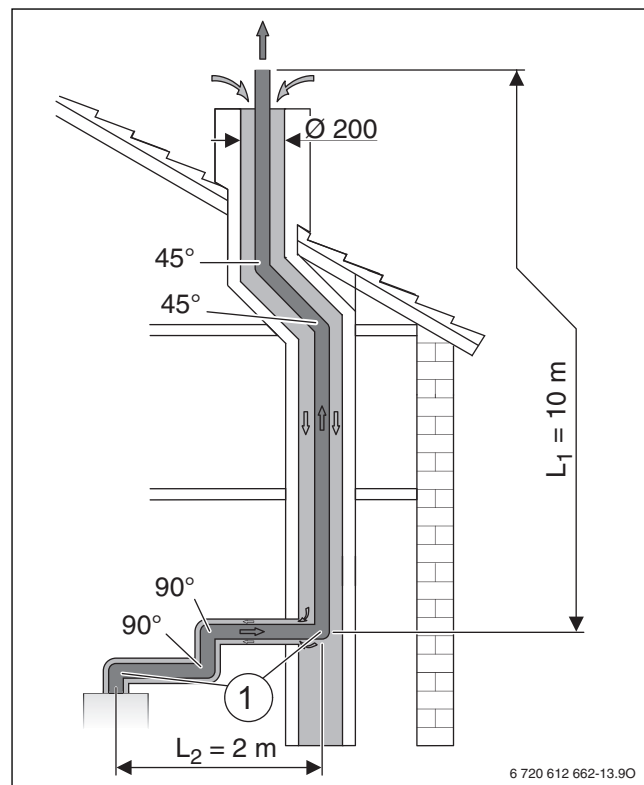

Fig. 17 Situazione di montaggio di un sistema di aspirazione aria/evacuazione dei prodotti della combustione nel cavedio secondo  $C_{93}$
**Valori caratteristici della situazione di montaggio rappresentata (→ fig. 17)**